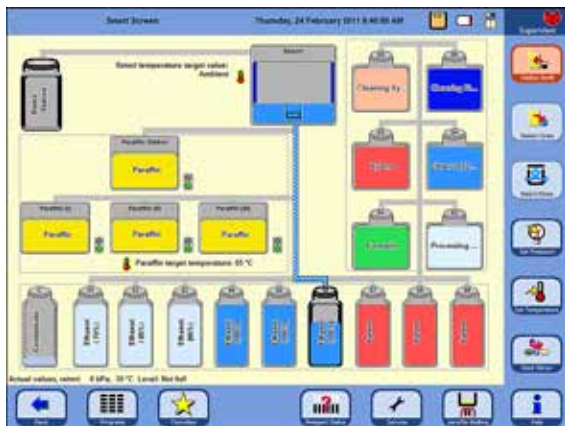

Fig. 171
- Întreaga operațiune este afișată grafic pe ecran (vizualizarea **SMART FUNCTIONS** (FUNȚII INTELIGENTE)) (Fig. 171).